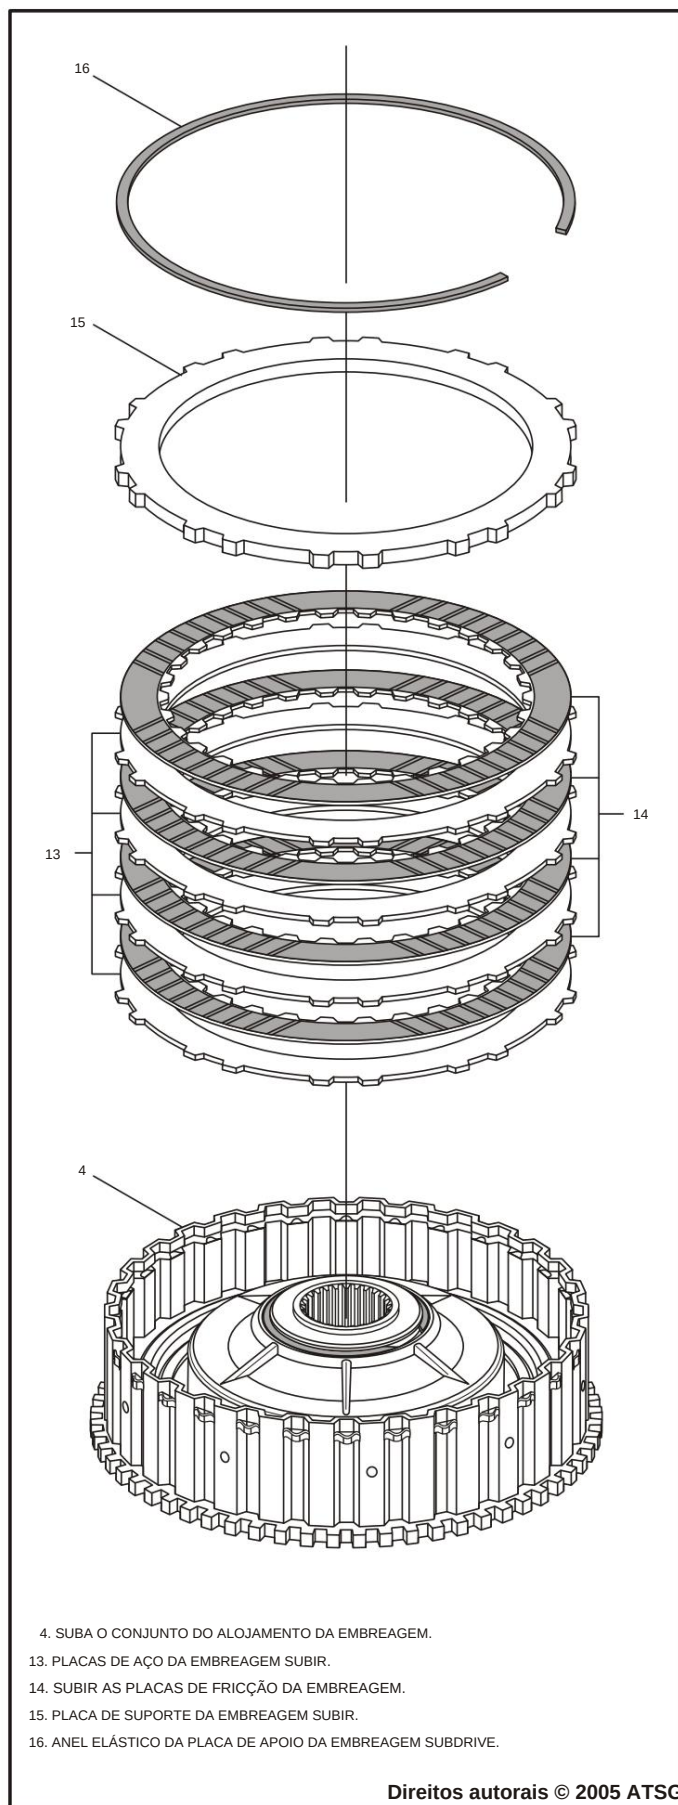

Figura 115
12. Instale as placas da embreagem underdrive começando com uma placa de aço e alternando com placas de fricção, conforme mostrado na Figura 115, até instalar quatro de cada.
14. Instale o anel elástico seletivo da placa traseira do underdrive, conforme mostrado na Figura 115.